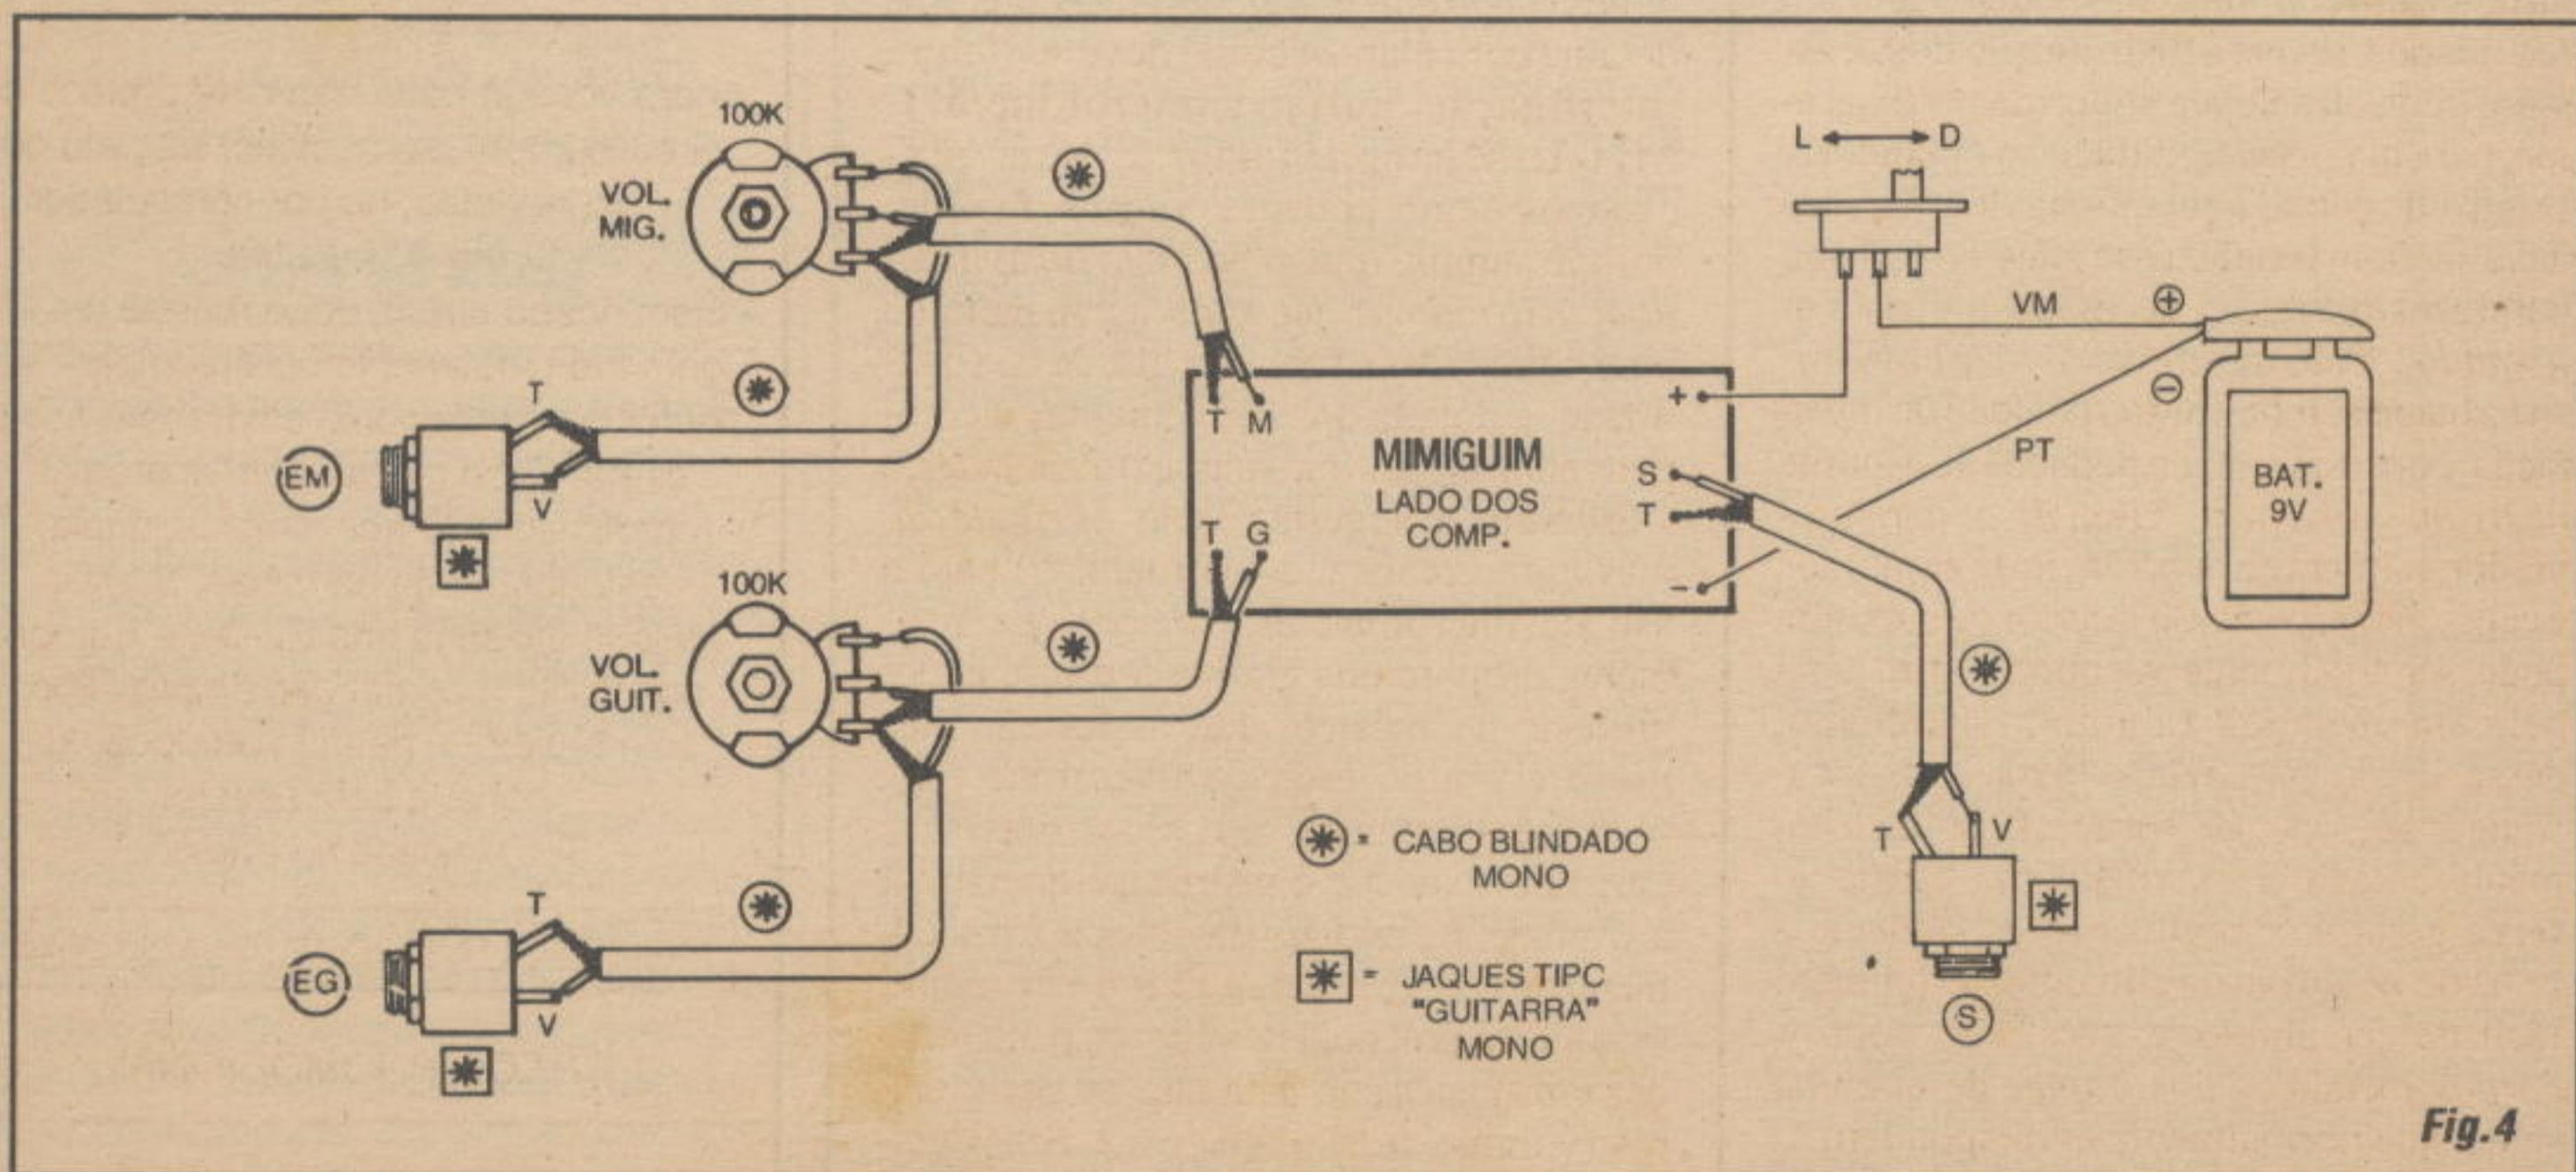

Fig.4
- FIG. 4 - CONEXÕES EXTERNAS À PLACA - Aqui *a coisa pega*...! Em circuitos de áudio, desse gênero, a cabagem e as conexões *externas à placa* são **tão (ou mais) importantes** do que as ligações dos componentes *sobre* o impresso! Qualquer pequena imperfeição, uma *inversãozinha* aqui ou alí, cabos *mais longos* do que o estritamente necessário, contatos soldados mal-feitos, podem gerar **sérios** problemas de desempenho, reduzindo drasticamente a qualidade do sinal apresentado na saída final do sistema! Assim, observar com **extrema atenção e cuidado** o diagrama, no qual a placa ainda é vista pela sua face não cobreada... Cuidado na **polaridade** da cabagem de alimentação (sempre com o fio **vermelho** no **positivo** e fio **preto** no **negativo**...) e com a perfeita identificação dos condutores **vivo** (interno, isolado...) e **terra** (malha...) de toda a cabagem blindada mono entre a placa, os potenciômetros e *jaques*... Notar que ambos os potenciômetros são vistos, na figura, *pela frente* (olhando-se a peça *pelo eixo*...). Manter toda a cabagem blindada **tão curta quanto possível** (considerando apenas as necessidades *mecânicas* da própria instalação do conjunto no *container*, conforme visto mais adiante...). Observar também a **identificação** dos *jaques* de entrada, com **EM** para o canal de micro-